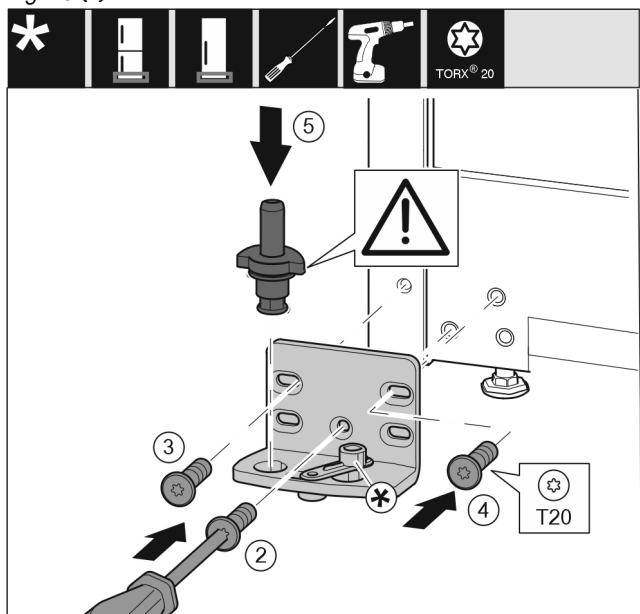

Fig. 19
- ▶ Uždėkite atraminę gembę kitoje pusėje ir prisukite, naudodami atsuktuvą T20. Su varžtu 2 pradėkite apačioje viduryje. Fig. 19 (2)
- ▶ Tvirtai prisukite varžtus 3 ir 4. Fig. 19 (3,4)
- ▶ Įstatykite visą atraminę gembę. Atkreipkite dėmesį į tai, kad fiksavimo kumštelis būtų nukreiptas į galą. Fig. 19 (5)